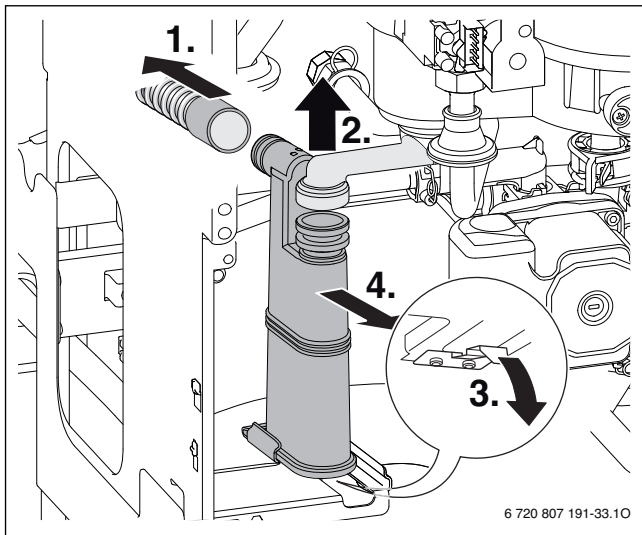

Bild 110
- ▶ Kondensatsiphon ausbauen (→ Bild 110) und geeignetes Gefäß unterstellen.